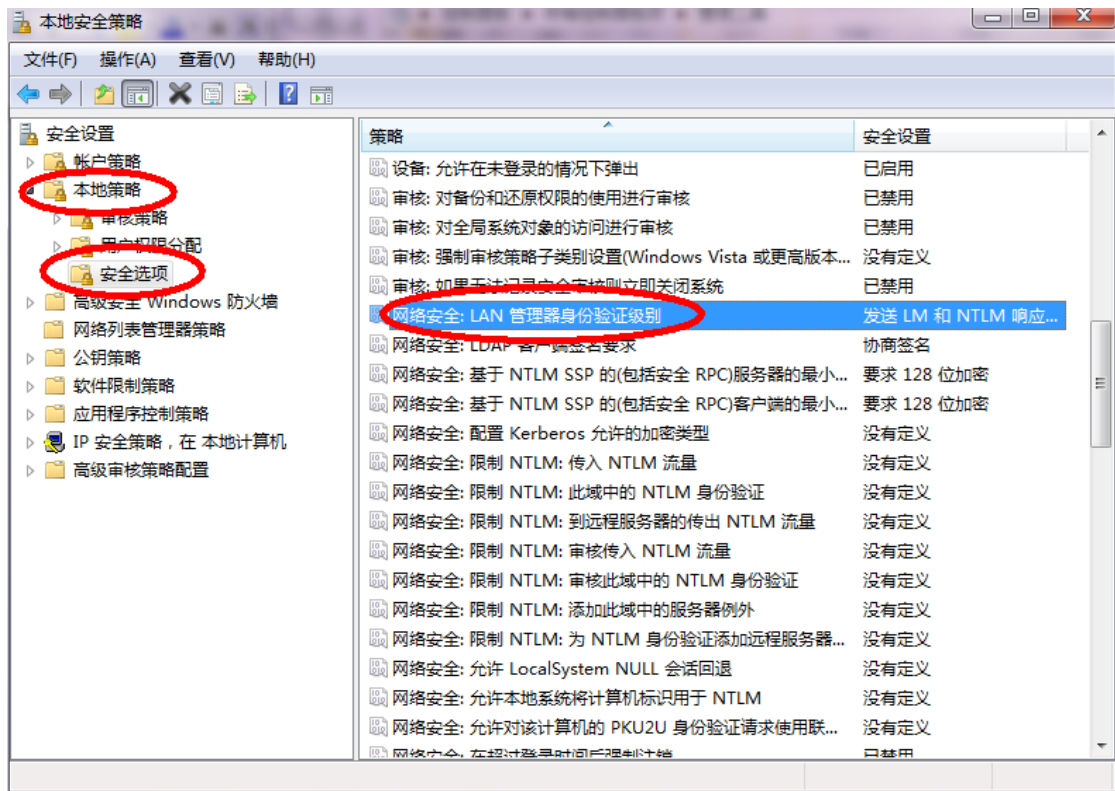
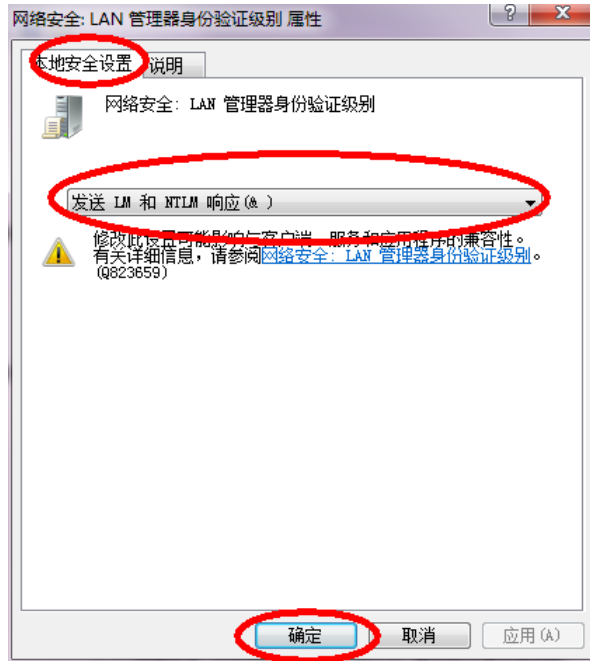

图 6-9 本地安全策略（计算机）
图 6-10 网络安全：“LAN 管理器身份验证级别”属性框
- Win7 系统：单击计算机<开始> →<控制面板> →（“查看方式”中选择“大图标”）→ 管理工具 →本地安全策略（打开图 6-9 界面）→（按图 6-9 所示打开“网络安全：LAN 管理器身份验证级别”属性框）→（在属性框中按图 6-10 所示设置）→重启电脑。